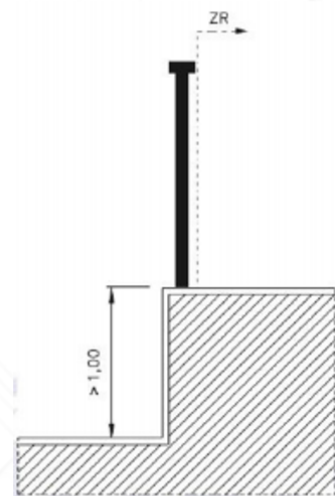

Figura 4 - Desnível vertical (dimensões em m)
É obrigatória a existência de guarda-corpos em qualquer local de acesso livre a pessoas onde haja um desnível para baixo (D), maior que 1,0 m, entre o piso onde se encontram as pessoas (zona de recepção) e o patamar abaixo, conforme representado na Figura 4.